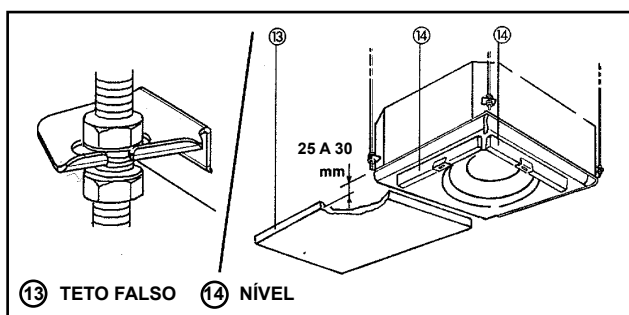

FIGURA 21
Recoloque a barra em "T" e alinhe a unidade apertando ou afrouxando as porcas (ver figura 21).
Retire a membrana de poliestireno. Depois de ter fixado a moldura à unidade, inserir o defletor (8) que acompanha o produto, como indicado na figura 21. Após isso, aparafuse o grupo moldura/grelha com os quatro parafusos.